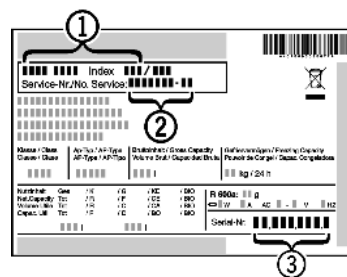

Fig. 23
- ▶ Prietaiso pavadinimas Fig. 23 (1), techninio aptarnavimo Nr. Fig. 23 (2) ir serijos Nr. Fig. 23 (3) užrašyti duomenų skydelyje. Duomenų skydelis yra prietaiso viduje, kairiajame šone.
- ▶ Susiekite su techninio aptarnavimo skyriumi ir praneškite apie gedimą, taip pat pasakykite prietaiso pavadinimą Fig. 23 (1), techninio aptarnavimo Nr. Fig. 23 (2) ir serijos Nr. Fig. 23 (3).